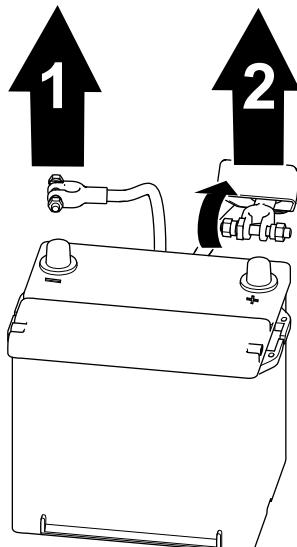

Figura 62
1. Deconectai cablul negativ al bateriei de la borna bateriei (Figura 62).
2. Ridicai izolatorul și îndepărta cablul pozitiv al bateriei de la borna acesteia (Figura 62).